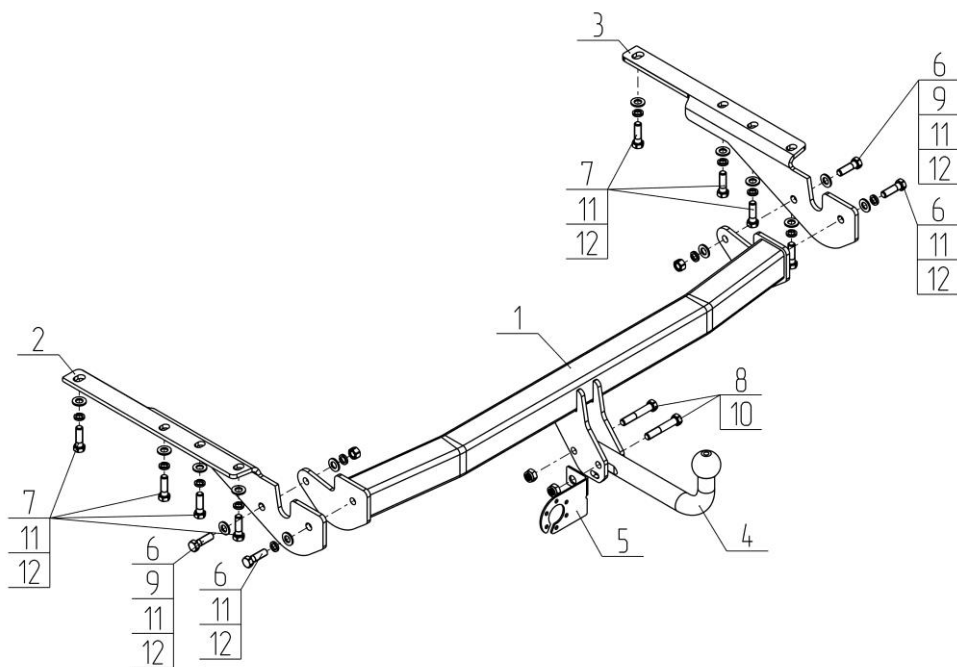

Рис.1.
- Закрепить кронштейны поз.2,3 (Рис.1) к лонжеронам с помощью крепежных элементов поз.7,11,12 (крепеж не затягивать!);